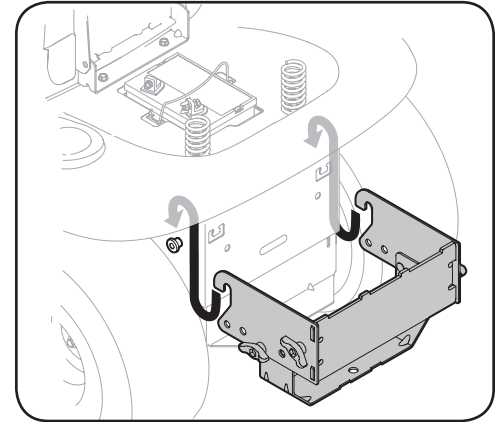

Figure 4-8
2. Insérez l'axe de chape (711-0309A) de l'ensemble de quincaillerie 689-00312 dans le trou d'attelage du tracteur, puis fixez-le avec une goupille fendue (714-0117). Voir Figure 4-8.
3. Insérez deux axes de chape dans l'ensemble de supports et fixez les supports de montage installés sur le tracteur de la série 700 avec deux goupilles à cliquet fournies avec l'ensemble de quincaillerie. Voir Figure 4-8.